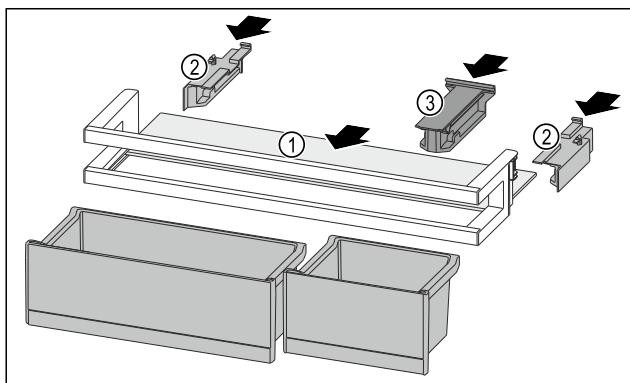

Fig. 134
- Tolja be a tárolólapot Fig. 134 (1) az oldalsó mélyedésé-
- Helyezze be az oldalsó részeket Fig. 134 (2).
- Helyezze be a tartóelemet Fig. 134 (3).